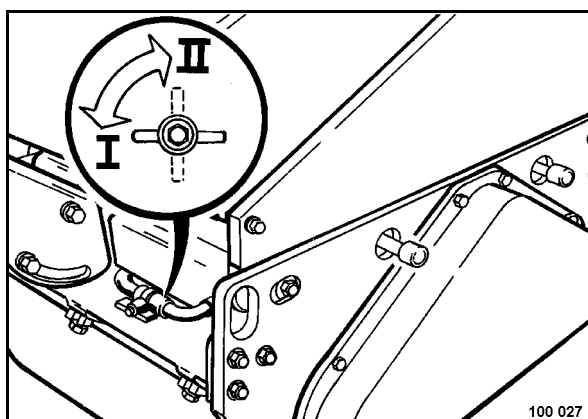

рис. 35
- Для выключения переключить рычаг (рис. 35) в положение "I".